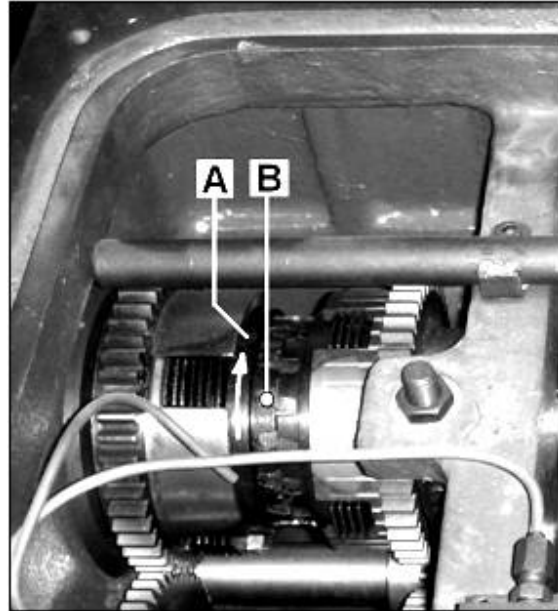
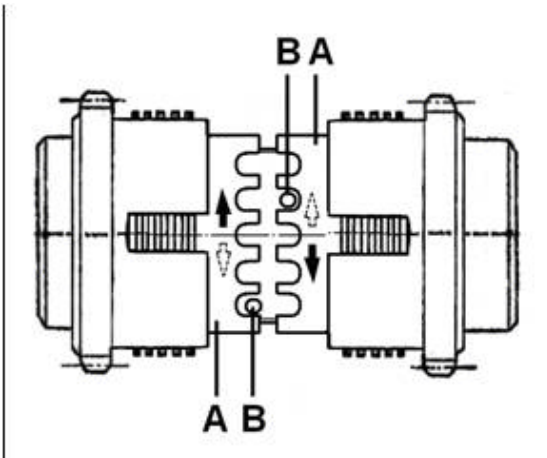

Fig 15
Fig 16
- Mit Hilfe eines Schraubenziehers den Rastbolzen (B, Fig 15, Fig 16) an der zu verstellenden Kupplung eindrücken....der Rastbolzen ist federbelastet.
- Drehen Sie den Stellring (A) um eine Rastung weiter.